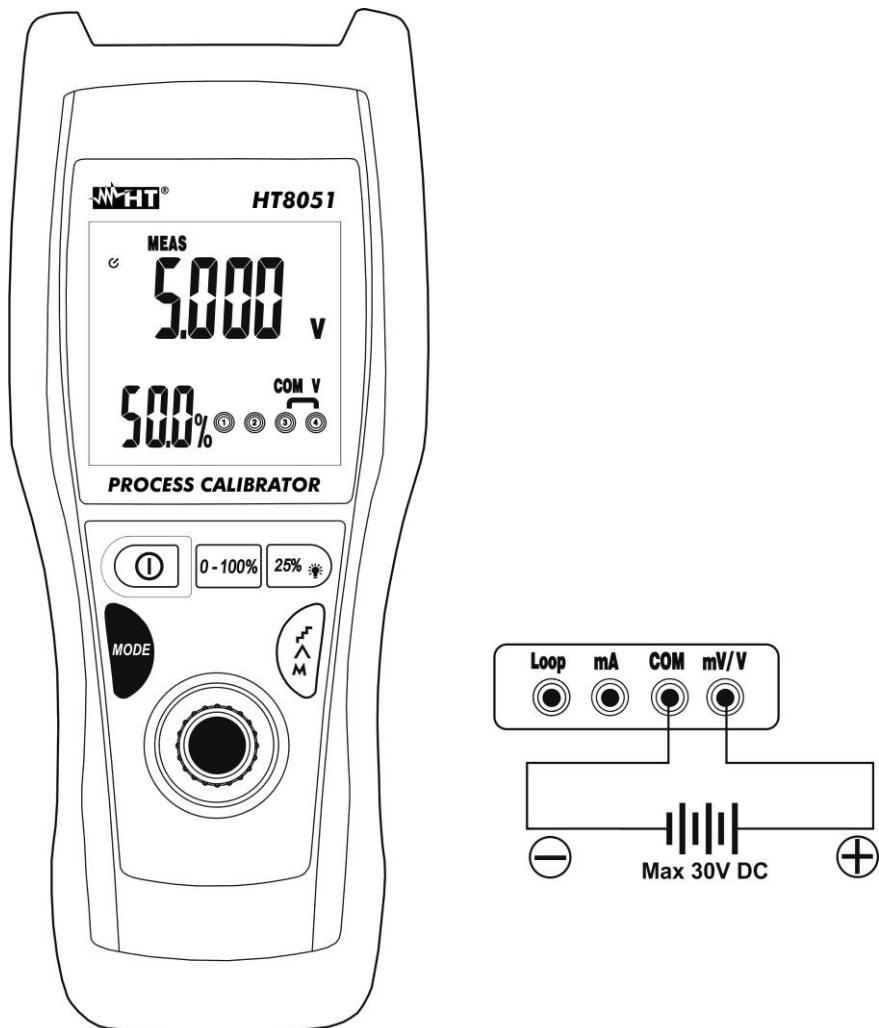

Abb. 3: DC Spannungsmessung
3. Stellen Sie die grün Messleitung und die schwarze Messleitung in die Punkte mit positivem und negativem Potenzial des zu messenden Kreises (siehe Abb.3)
5. Die "-OL"-Meldung gibt an, dass die zu messende Spannung den maximalen Wert, der mit dem Gerät gemessen werden kann, überschreitet. Das Instrument führen keine Spannungsmessungen mit entgegengesetzter Polarität gegenüber dem Anschlußteil in Abb.3. Der Wert "0.000" wird im Display angezeigt